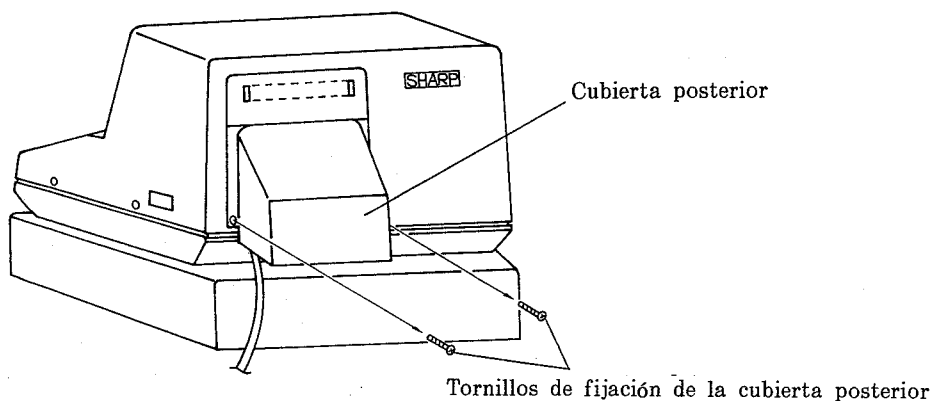

Figura 2
- (1) Desenchufe la ER-6750 por razones de seguridad.
- (2) Extraiga la cubierta posterior.
- a) Extraiga los tornillos de fijación de la cubierta posterior (2 piezas). (Vea la figura 2.)